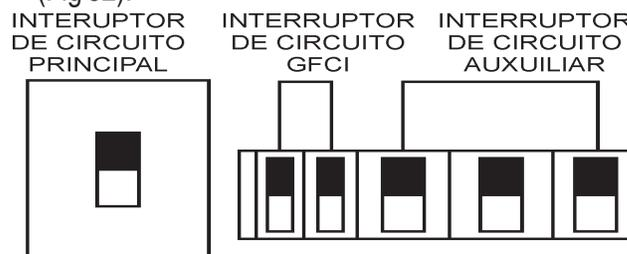

Figure 52. Main, Aux. and GFCI Circuit Breakers (ENCENDER)
12. Poner el Principal, el GFCI y el circuito auxiliar de interruptores automáticos en la posición ENCENDER (Fig 52).